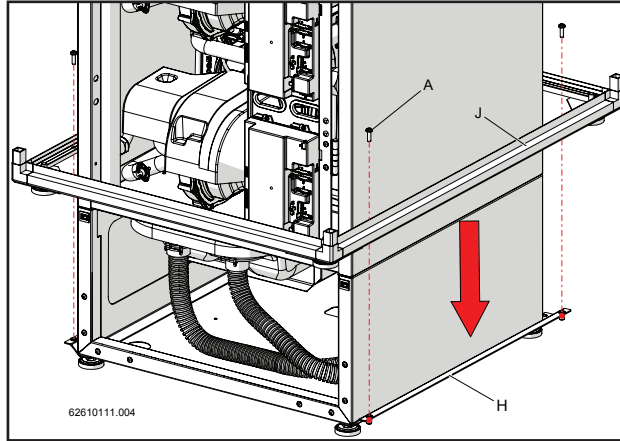
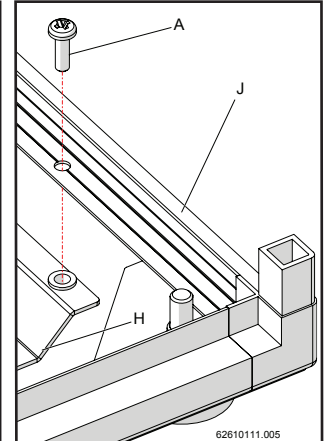

Figure 15-36
Figure 15-37
- 3.- Insérer le cadre inférieur "J" (figure 15-36) et le fixer sur le support "H" avec les vis "A" en correspondance des trous (figure 15-37).